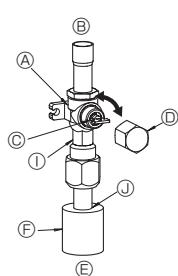
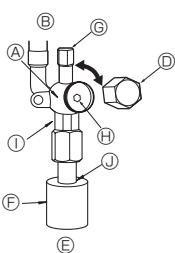

Fig. 4-6
Fig. 4-7
- (1) Gasside (Fig. 4-6)
- ① Fjern lokket, trekk håndtaket mot deg og drei 1/4 omdreining mot klokken for å åpne.
- ② Sørg for at stengeventilen er helt åpen, skyv håndtaket og drei lokket tilbake til utgangsstillingen.
- (2) Væskeside (Fig. 4-7)
- ① Fjern lokket og drei ventilstangen mot klokken så langt den går, ved å bruke en 4 mm sekskantnøkkel. Slutt å dreie når den treffer sperren. (Ø9,52: ca. 10 omdreninger)